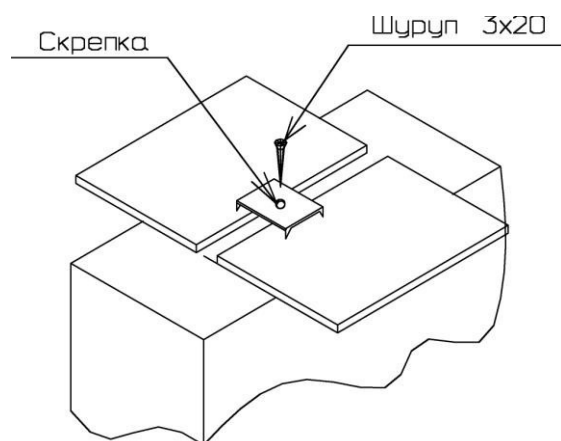
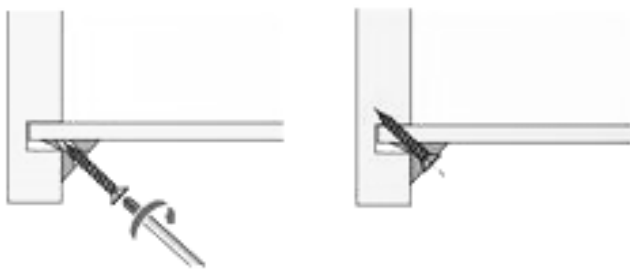

Рис. 2
Рис. 3
Установить задние стенки так, чтобы они вошли в паз боковой стенки левой (84) и нижнего щита (см. рис. 3).
3. Собранный корпус проверить на прямоугольность, сравнивая диагонали (их длины должны быть равны). Закрепить задние стенки в месте стыка с помощью шурупов 3x20мм и скрепок (рис.2 и рис.3). Установить мебельные уголки, закрепив их комплектными шурупами (рис.3).